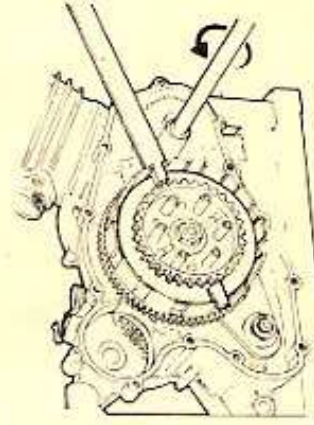

FIG. 13 Rimozione dado pignone motore
12) Usando l'apposita chiave di fermo (cod. 05.0327.0) e una chiave a «T» da 17 mm rimuovere il dado fissaggio pignone motore (fig. 13).